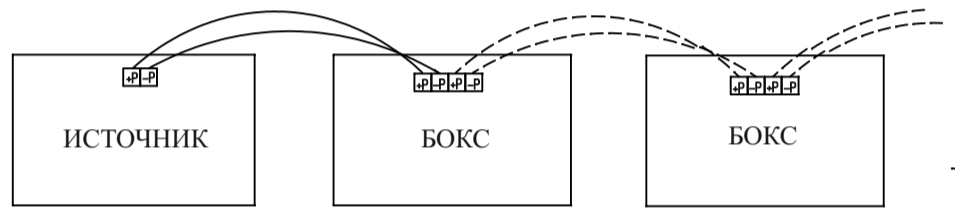

Рисунок 1 – Схема подключения боксов к источнику
- е) подсоединить клеммы «+P», «-P» бокса к соответствующим клеммам «+P», «-P» источника питания ИВЭПР (см. рисунок 1) и подать напряжение 230 В. При этом должны засветиться зеленым цветом индикаторы **СЕТЬ**, **АКБ** и **ВЫХОД**.